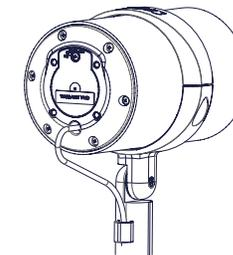

Figura 10
6. Haz pasar el cabo de conexión a través de la guía para cables del eje de la estructura de la abrazadera tal como se muestra en la Figura 10.